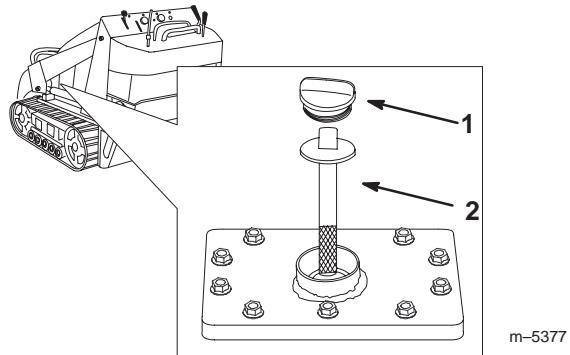

Bild 45
5. Entfernen Sie den Deckel des Hydrauliktanks und den Peilstab (Bild 45).